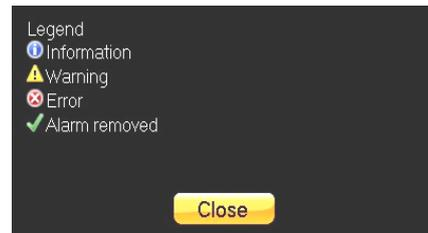

Abb. 43: Kategorien im Ereignisprotokoll
Bei Auswahl dieser Option wird das Ereignisprotokoll (log) angezeigt. Das Ereignisprotokoll kann bis zu 490 Einträge registrieren. Der Anzeigebildschirm des Ereignisprotokolls verfügt über eine Taste, mit welcher Sie die Ereignisse im Protokoll löschen können. Wenn die Ereignisse die maximale Anzahl von Einträgen erreicht haben (490) und diese nicht manuell gelöscht werden, überschreibt die USV automatisch die älteste Registrierung im Ereignisprotokoll. Jedem Eintrag im Ereignisprotokoll wird eine von vier Dringlichkeitsstufen zugeordnet (siehe Abb. 43 und Tabelle 4 für detaillierte Informationen).